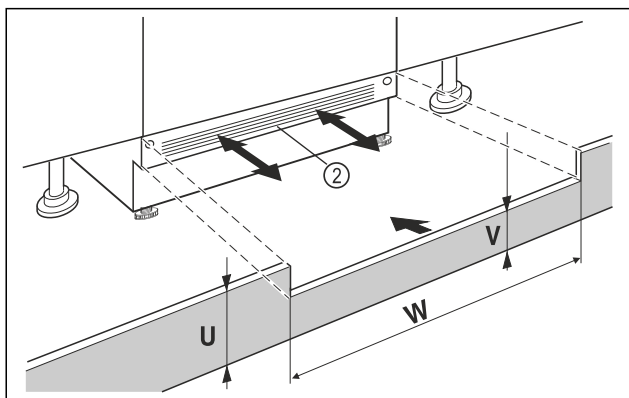

Fig. 88 Simbolična slika
- ▶ Nataknite okrasno letev naprave Fig. 88 (2), vendar je še ne fiksirajte.
- ▶ Če je okrasna letev Fig. 88 (2) vidna, jo potegnite gor tako daleč, da sta sprednji rob prezračevalne rešetke in okrasna letev pohišta poravnana.
- ▶ Če je okrasna letev Fig. 88 (2) zakrita, jo potisnite do konca nazaj.
- ▶ Pazite, da so prezračevalne reže popolnoma proste: Po potrebi prilagodite višino okrasne letve Fig. 88 (U) pohišta!
- ▷ Prilagodite višino stojine Fig. 88 (V) vzdolž širine niše Fig. 88 (W) pod okrasno letvijo Fig. 88 (2) pohišta.